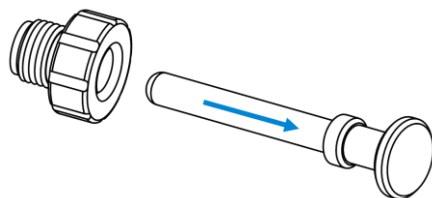

図 5 輸送用プラグをロックナットから押し出す
2. 輸送用プラグをロックナットから押し出します 図 5 を参照してください。